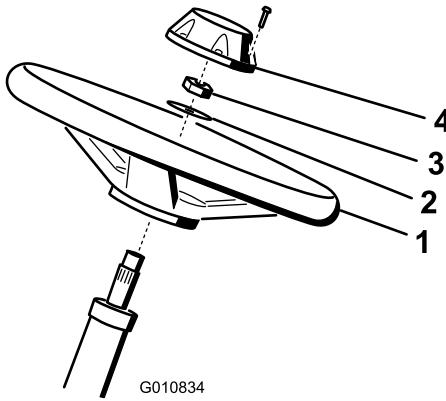

図 4
1. ハンドルをステアリングシャフトにはめ込む 図4。
2. ワッシャをステアリングシャフトにはめ込む 図4。
3. ロックナットでハンドルを固定し、 $27\,35\text{N}\cdot\text{m}$  2.83.6kg/m = 2026ft-lbにトルク締めする 図4。
4. キャップを取り付け、ボルト6本で固定する 図4。